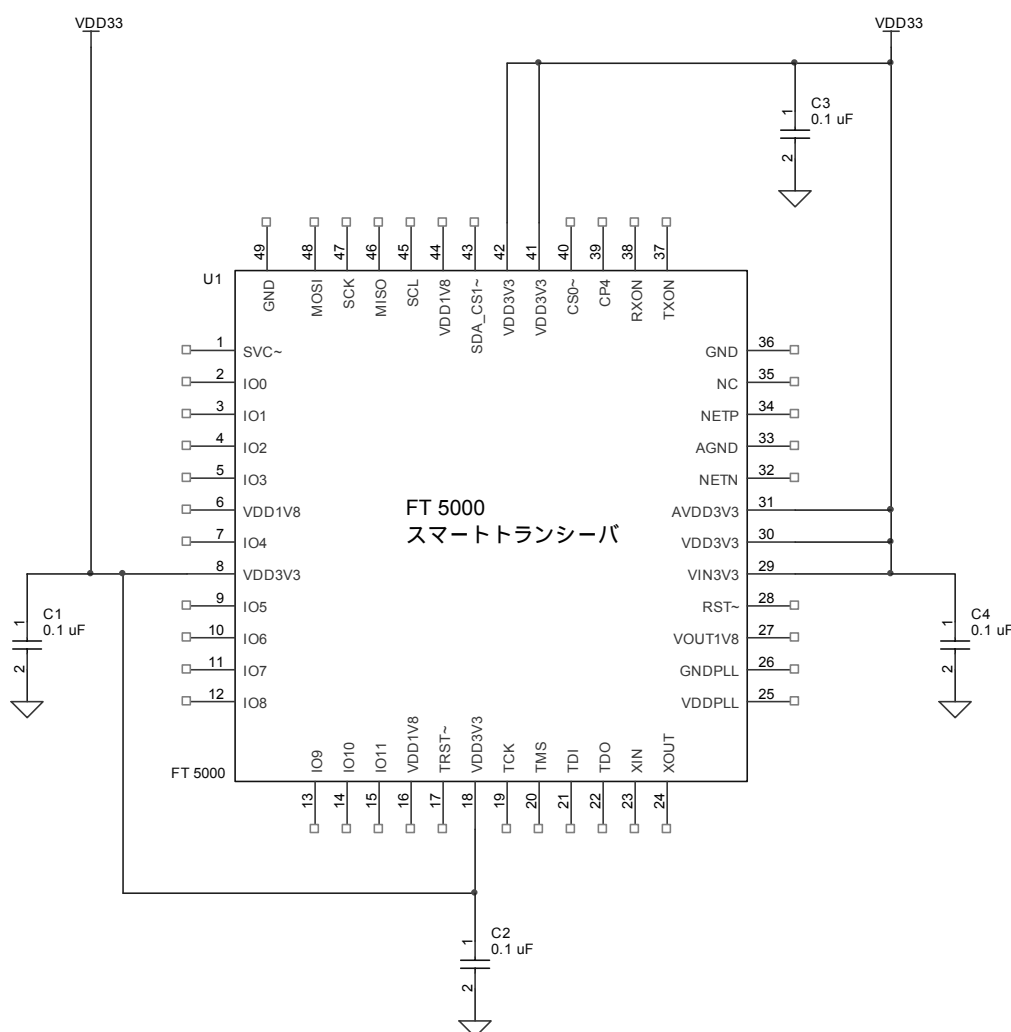

図 12 VDD33 ピンの接続
VDD3V3 ピン (8、18、29、30、41、42) を V_{DD33} に接続します。また、アナログ電源がデジタル電源 V_{DD33} と異なる場合は、AVDD3V3 ピン (31) をアナログ V_{DD33} 電源に接続します。通常は、VDD3V3 ピンと AVDD3V3 ピンは同じ V_{DD33} 電源に接続します。また、VDD3V3 ピンには図 12 (38 ページ) のようにデカップリングコンデンサを接続します。